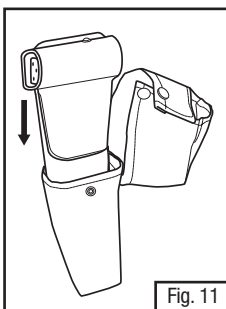

Fig. 11
4. Replier le rabat supérieur de l'étui vers l'arrière et faire glisser l'adaptateur TR-659 doté de la pile dans l'étui facile à nettoyer TR-657 en s'assurant que le côté de la pile fait face à la boucle de ceinture (arrière) de l'étui (Fig. 11).